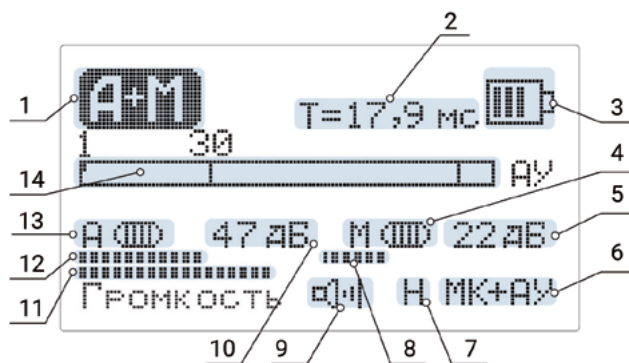

Рисунок 12 – Основной экран канала «А+М»
Перед переключением на канал «А+М» необходимо настроить частотные характеристики АК в режиме «АУ» (п. 4.8.2.). Индивидуальная настройка частотных характеристик канала «АУ» может существенно ослабить влияние акустических помех при поиске МР. Основной экран канала «А+М» (Рис. 12).
4.10.1. Линейная шкала текущего уровня сигнала (позиция 14, Рис. 12) разделена по горизонтали на две половины. Верхняя половина – уровень акустического сигнала. Нижняя половина – уровень магнитного сигнала. Мгновенный уровень сигнала отображается заполнением шкалы и вертикальной линией, фиксирующей максимум и существующий до прихода следующего импульса, но не более 3 секунд. Графическое отображение уровня сигналов дублируется динамической индикацией числового значения уровня в течение примерно 0,2 секунды после достижения определенного уровня. Числовое значение дается в процентах от максимального допустимого сигнала.
- 4.10.3. Для корректной работы приемника в данном режиме необходимо установить такой уровень усиления в каналах «А» и «М», при котором происходит синхронная с импульсами ударного генератора индикация срабатывания пороговых устройств – заполнение овальных значков справа от знаков «А» и «М» (позиция 13 и позиция 4 Рис. 12). Это будет происходить при уровне сигналов порядка 90 % от максимума. Установленный уровень усиления должен поддерживаться неизменным на каждом шаге при продвижении по трассе поиска. Выполнение этого условия обеспечит достоверную оценку ключевого параметра режима «А+М» – задержки распространения акустического сигнала (позиция 2 Рис. 12).
- 4.10.6.4. Строка меню «Выход на ТЛФ». Выбранный канал («АУ», «МК» или «АУ+МК») подключается для прослушивания к телефонам. В основном экране символ выбранного канала отображается в правом нижнем углу (позиция 6, Рис. 12).